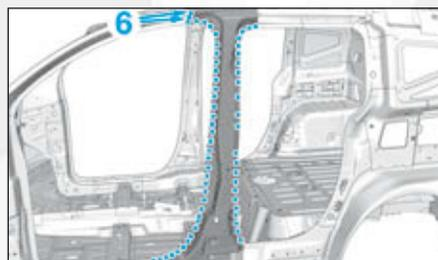

FIG.84
- par points bouchons MAG en (6) et puis meuler les points de soudure (Fig.84),